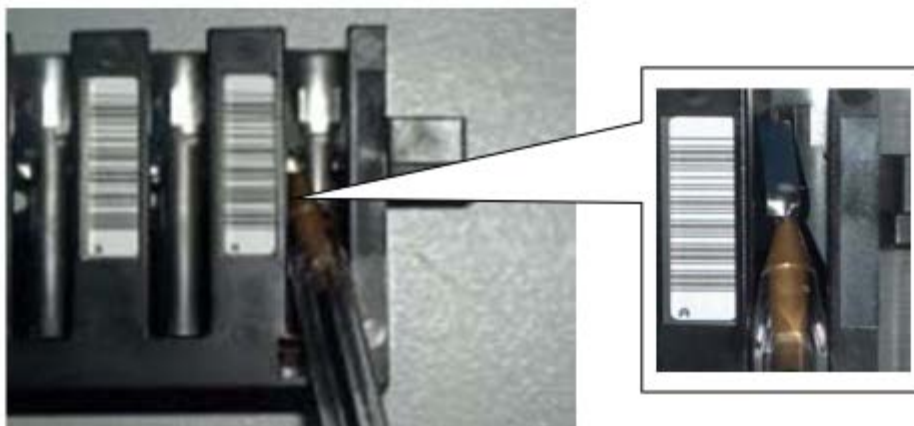

Рисунок 15.3-1. Налаштуйте металевий фіксатор всередині слоту.
1. Візьміть кулькову ручку; Вставте її наконечник під фіксатор металевої пластини всередині слоту штативу зразка, як показано на рис. 15.3-1; Потім обережно потисніть, щоб перевести фіксатор у вертикальне положення;